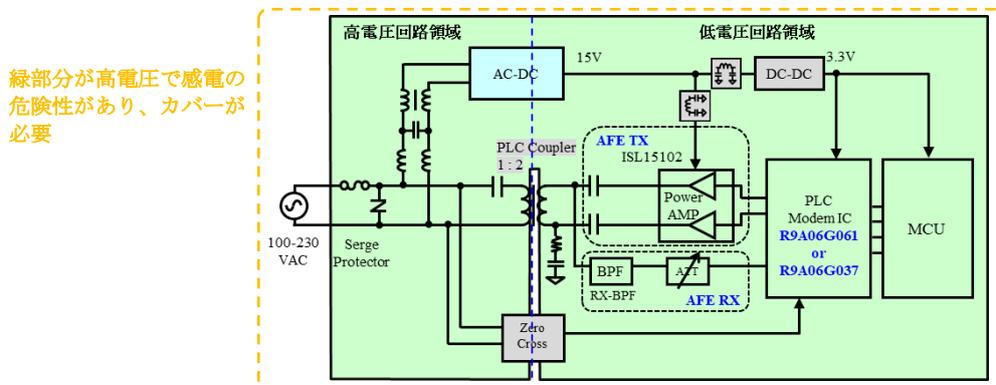
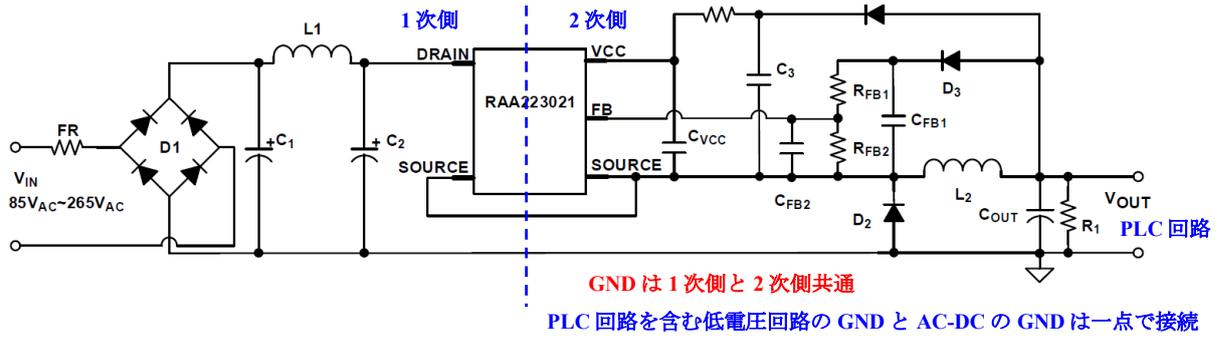

Figure 1-3 非絶縁型 AC-DC 電源回路使用の AC-PLC ブロック図
Figure 1-4 ルネサス エレクトロニクス製 RAA223021 を使用した非絶縁型 AC-DC 電源回路例
- ・ 非絶縁型 AC-DC 電源回路使用 AC-PLC ブロック図を Figure 1-3、ルネサス エレクトロニクス製の RAA223021 を使用した非絶縁型 AC-DC 電源回路例を Figure 1-4 に示します。